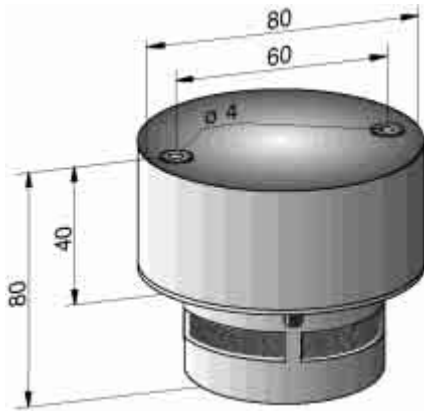

Abb.4
- Den Sockel mit dem beiliegenden Montagmaterial an die Decke montieren (Maße siehe Abb.4).
- 9-V-Blockbatterie mit dem Batterieanschluß (4) verbinden und in den Batteriehalter (1) stecken.
- Benötigte Kabeleinführungen herausbrechen, den Sockel mit dem jeweils beiliegenden Montagematerial an die Decke montieren (Maße siehe Abb.4).